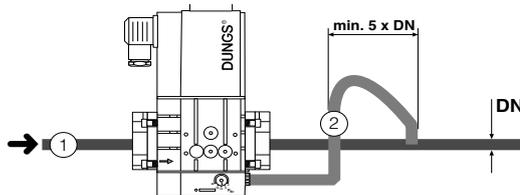

Fig. 14
1. montar la brida en la tubería. Utilizar juntas para gas adecuadas (Fig. 14);